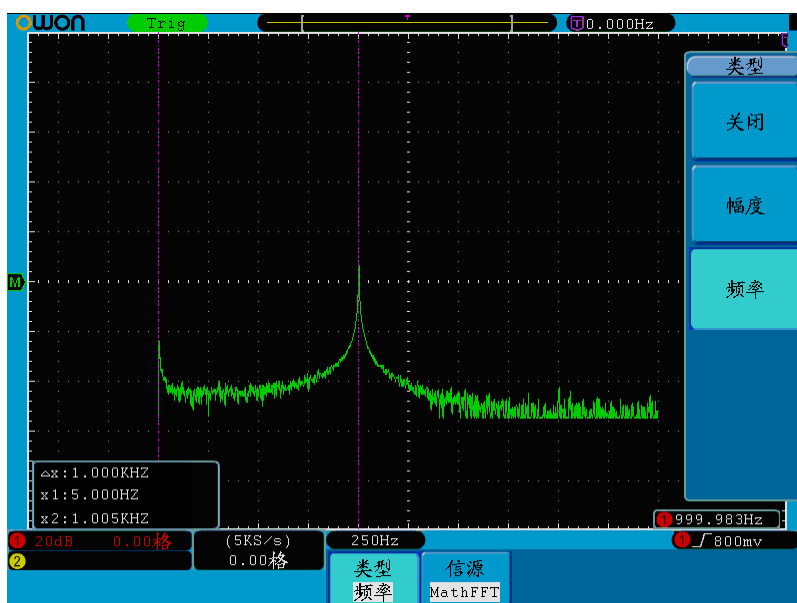

图 5-65: 频率光标测量波形
3. 根据被测波形，分别转动两个通道的 **垂直位置** 旋钮调整**光标1**、**光标2**的位置，增量窗口显示两光标的差值及它们当前的位置。见图 5-65：